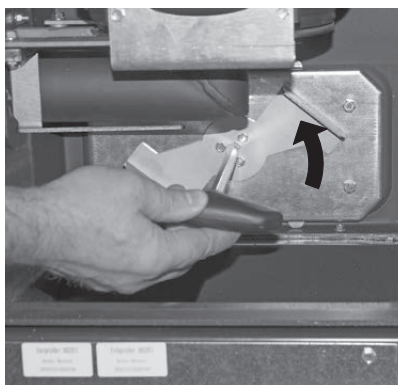

Fig. 44 Ruotare la maniglia in senso antiorario
- ▶ Applicare il coperchio delle superfici riscaldanti e ruotare la maniglia in senso antiorario fino in battuta – Fig. 44.